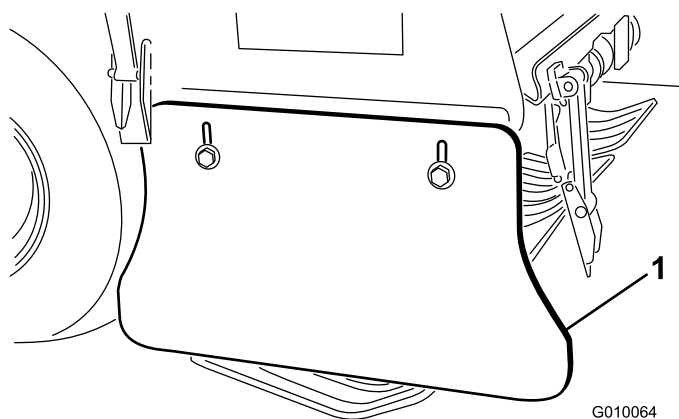

Figure 63
1. Desserrez les boulons et écrous qui fixent le déflecteur latéral au châssis (Figure 63).